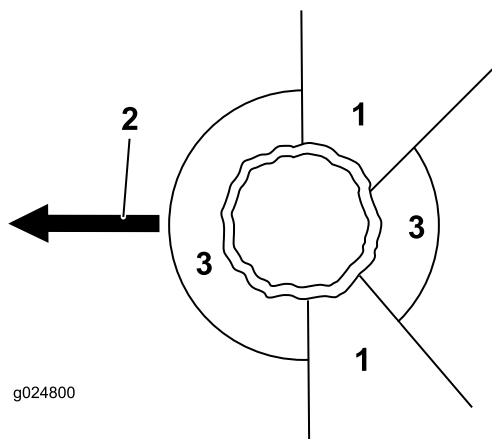

Figure 15
2. Prévoyez une voie de repli dégagée et sûre à partir de la zone dangereuse ; voir Figure 15.